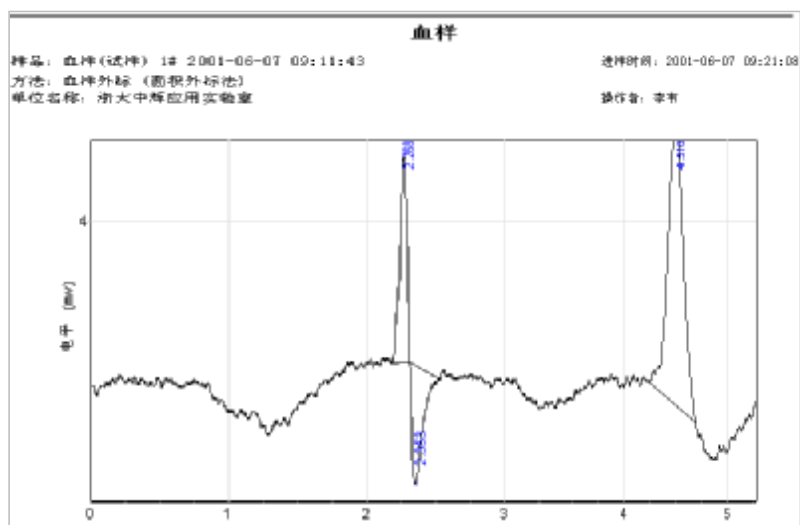

图 4-2
1.1.4 点击“打开”，即可自动生成完整的“报告页面”如图 4-2 所示：